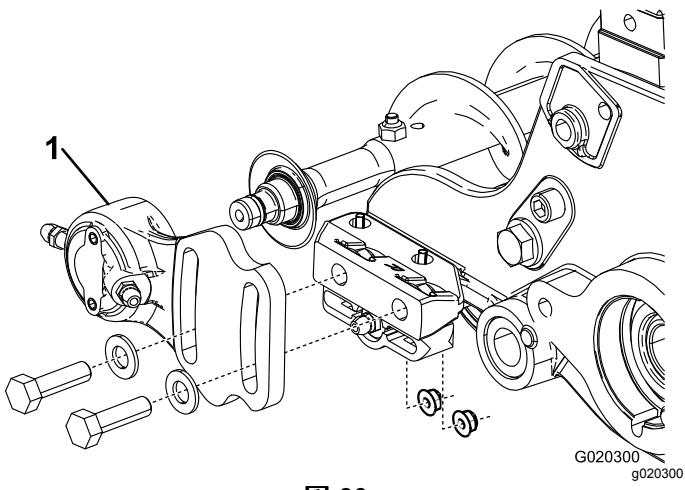
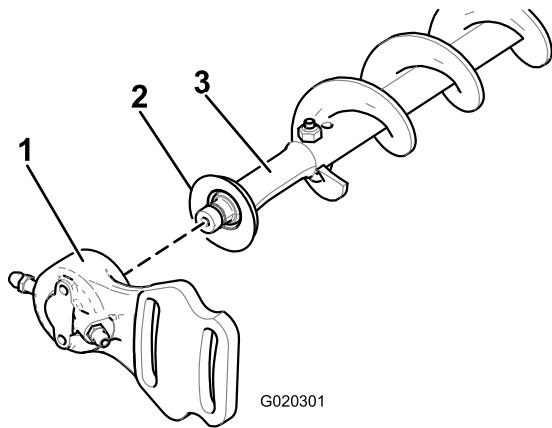

図 30
図 31
1. カッティングユニットにローラブラシが取り付けられている場合には、非駆動側ベアリングハウジングをベアリングハウジング取り付けブラケットに固定しているボルト2本を外す図 30と図 31。
2. 非駆動側ベアリングハウジングとエクスクルーダーシールをシャフトから取り外す図 31。
9. 非駆動側ベアリングハウジングとエクスクラーダ・シールをブラシシャフトに取り付ける図 31。